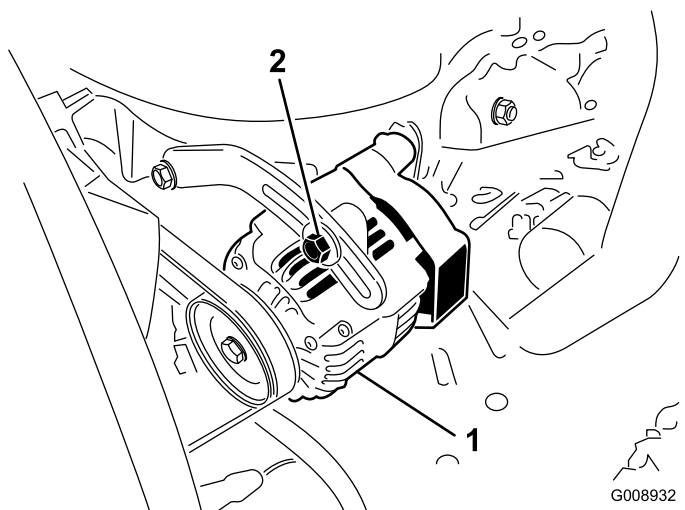

Figura 61
- Si la desviación no es de 10 mm, afloje los pernos de montaje del alternador (Figura 61).